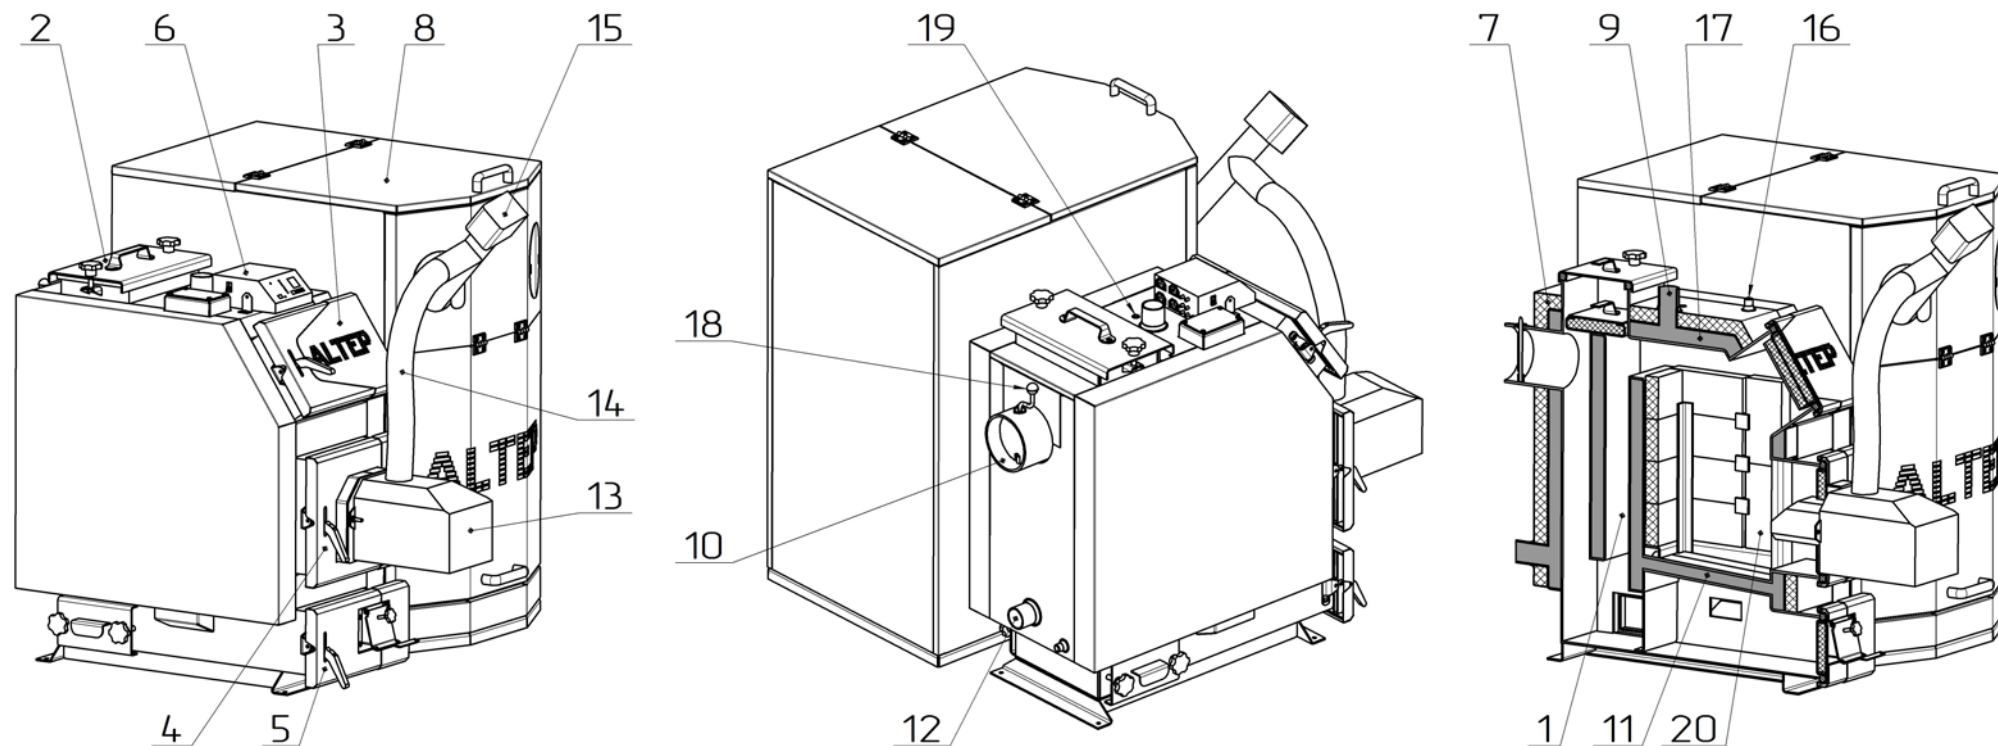

Рисунок 2 – Зовнішній вигляд та основні елементи котла типу КТ-3Е-РР
Корпусом котла (поз. 1, рис. 2) є паралелепіпед з подвійними стінками, які розділені водними перегородками (поз. 17, рис. 2). Топочна камера розташована перед двоходовим теплообмінником.
- шнекового (гвинтового) механізму подачі палива, який приводиться в рух мотор-редуктором (поз. 15, рис. 2);
- автоматичного пелетного пальника (поз. 13, рис. 2);
- електронного контролера температури (поз. 6, рис. 2).
Паливо для процесу спалення подається автоматично з розташованого біля котла бункера для палива (поз. 8, рис. 2) за допомогою гвинтового (шнекового) механізму подачі. Шнековий механізм з'єднується з пальником гнучким гофрованим рукавом (поз. 14, рис. 2), що виготовлений з легкоплавкого матеріалу. Згоряння палива (пелети) відбувається в камері згоряння пальника на рухомому колоснику, який виготовлений з жароміцної сталі. Камера згоряння пальника виконана з вогнетривкої кераміки.
Обслуговування котла полягає у періодичному додаванні палива у бункер (поз. 8, рис. 2) та усуненні золи нижньої частини корпусу котла без необхідності погашення котла. Після розпалення котел не потребує постійного перебування у приміщенні, де він змонтований, обслуговуючого персоналу. Експлуатація котла може відбуватися безперервно під час всього опалювального сезону. Котел може також працювати після опалювального сезону в системі з бойлером на гаряче водопостачання.
Димові гази виходять у димохід крізь боров (поз. 10, рис. 2), розташований у задній частині котла. Боров обладнано вбудованим дросельним клапаном продуктів згоряння – шибером (поз. 18, рис. 2). У випадку надто високої тяги у димоході шибер дає можливість її знизити шляхом часткового перекидання вихідного отвору борова.
- дверцята топки (поз. 3, рис. 2);
- дверцята пальника (поз. 4, рис. 2);
- дверцята зольника (поз. 5, рис. 2).
- патрубок прямої мережної води (поз. 9, рис. 2);
- штуцер для встановлення запобіжного клапана (поз. 16, рис. 2);
- гільза для датчика температури котла (поз. 19, рис. 2);
- дверцята для періодичного обслуговування (чищення) конвективної частини котла (поз. 2, рис. 2).
В нижній частині, на задній стіні, – патрубок зворотної води (поз. 12, рис. 2) та зливний патрубок.
Корпус котла обкладений теплоізоляційним матеріалом – мінватою (поз. 7, рис. 2)
Для можливості роботи котла в режимі ручного завантаження палива до топки (наприклад, дрова), у нижній частині топки розміщені колосникові ґрати (поз. 11, рис. 2). Крім того, на верхній стінці корпусу котла передбачені посадочне місце для монтажу вентилятора (закрите заглушкою), який буде нагнітати повітря до камери згоряння (керування вентилятором здійснюється контролером автоматично).
Для стабілізації процесу згоряння палива, можливо, як опція, замовлення модифікації котла з встановленими керамічними каталізаторами (поз. 20, рис. 2).